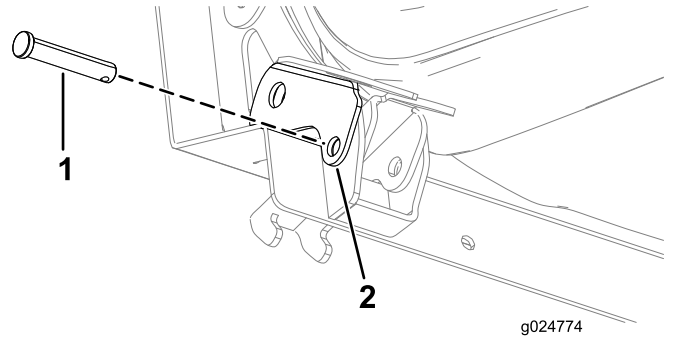

Figura 58
6. Inserte el pasador parcialmente hacia dentro por el taladro del enganche del asiento (Figura 58).